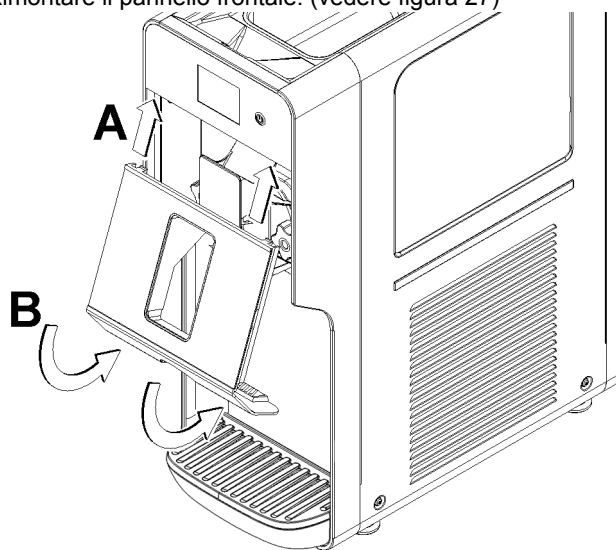

figura 27
- 5 Rimontare il pannello frontale. (vedere figura 27)